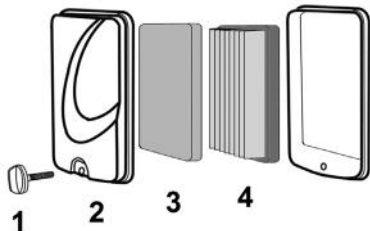

Рис. 22 Обслуживание воздушного фильтра PC5431F
1. Выкрутите болт (1) и снимите крышку воздушного фильтра (2) (Рис. 22).
2. Извлеките предварительный поролоновый (3) и основной бумажный (4) воздушные фильтры (Рис. 22).
4. При незначительном загрязнении промойте предварительный поролоновый фильтр (Рис. 22 п. 3) теплым мыльным раствором и просушите. Поврежденный или сильно загрязненный поролоновый фильтр замените.
Бумажный фильтрующий элемент (Рис. 22 п. 4) не подлежит очистке, необходима его замена. Не продувайте основной бумажный фильтр сжатым воздухом, не мойте его в бензине и других растворителях. Эксплуатация двигателя с грязным или поврежденным воздушным фильтром, или без воздушного фильтра приведет к попаданию грязи и пыли в карбюратор и двигатель, что в свою очередь, станет причиной его быстрого износа. Двигатель в этом случае не подлежит ремонту по гарантии.